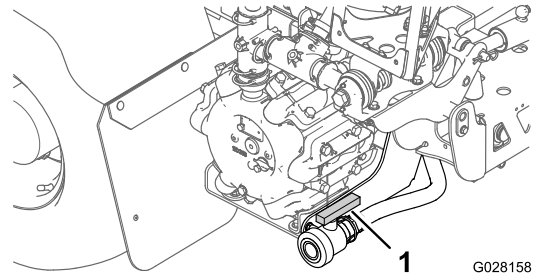

Bild 45
2. Ermitteln Sie die Behälterentleerungsventile hinten an der Maschine (**Bild 45**).